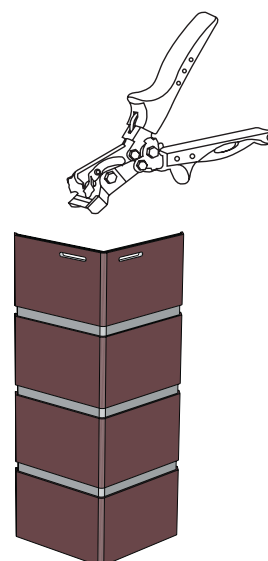

Рисунок 101
- 18.3** Под завершение стены, угол подрезается по высоте. Используя пробойник овальных отверстий или шуруповерт со сверлом диаметром 4-5 мм, делается перфорационные отверстия (Рис. 101) и фиксируется саморезами к обрешетке.